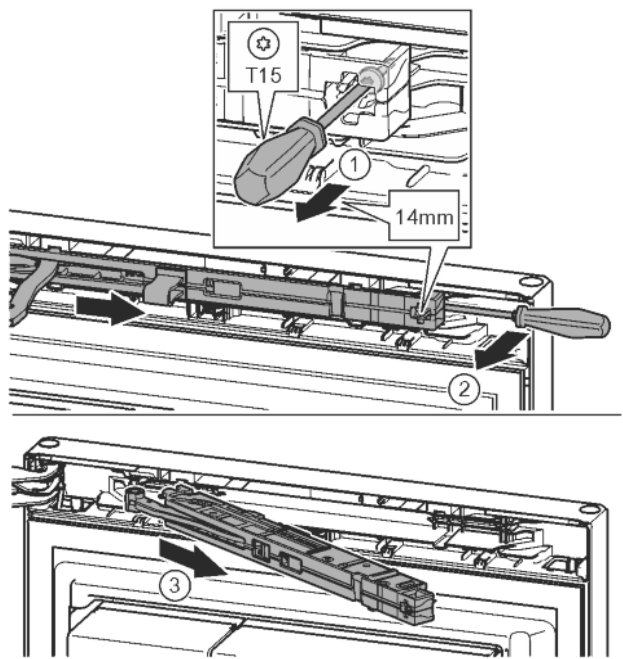

Fig. 15
- ▶ Šroub na jednotce tlumiče zavírání povolte šroubovákem T15 o cca 14 mm. Fig. 15 (1)
- ▶ Šroubovákem na straně madla zajed'te za jednotku tlumiče zavírání a otočte ji dopředu. Fig. 15 (2)
- ▶ Vytáhněte jednotku tlumiče zavírání. Fig. 15 (3)